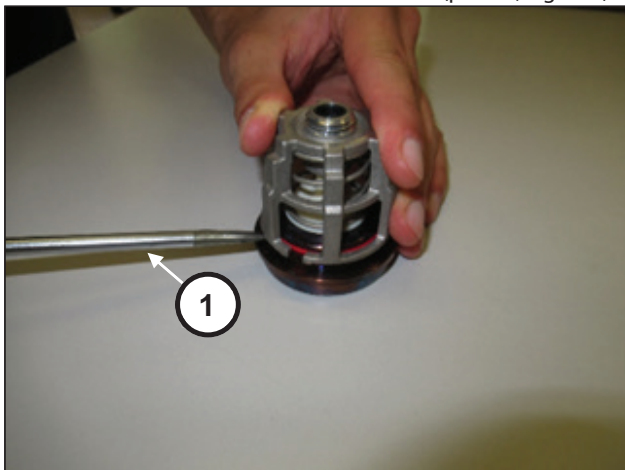

Fig. 146
Desmonte os grupos de válvulas de aspiração e descarga fazendo alavanca com ferramentas comuns (pos. ①, Fig. 146).